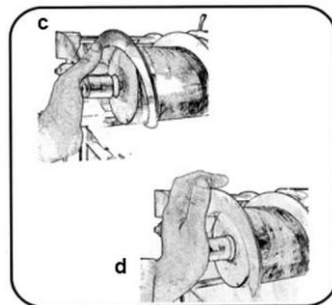

Abb. 37
7. Setzen Sie die Spirale ein, indem Sie sie sanft und tief eindrücken, wie in Abb. 37 (c und d) dargestellt.